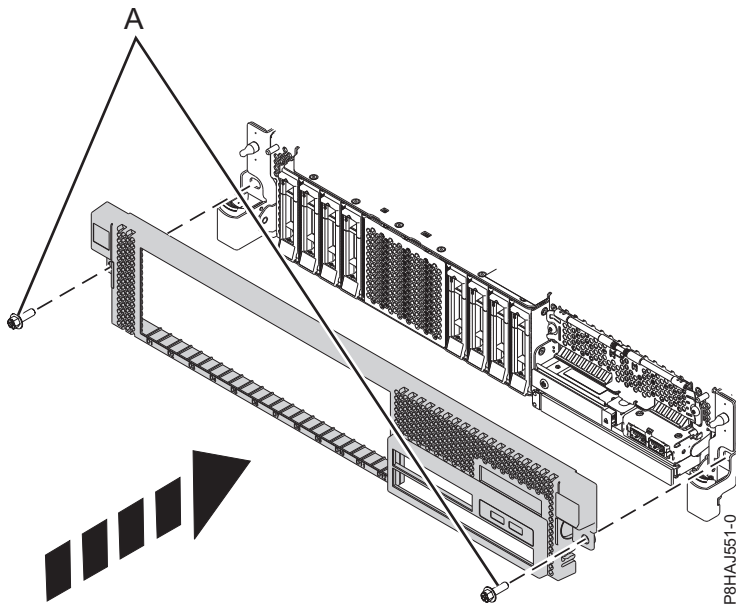

Figure 15. Installation du capot avant
3. Appuyez sur les loquets dans le sens indiqué dans la figure 15, à la page 34. Le capot avant se met en place ; il est doté d'un renforcement permettant de le tenir plus facilement.
4. Remettez en place les vis de transport (A).